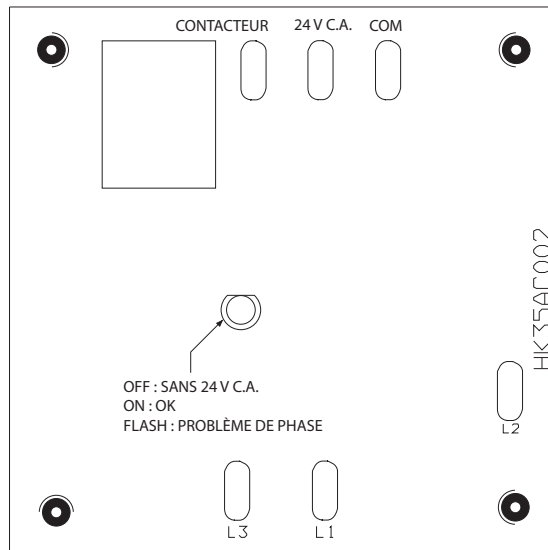

Figure 9 – Commande de moniteur triphasé(s'applique aux appareils triphasés seulement)
Le panneau de moniteur triphasé (voir Fig. 9) n'est pas compatible avec l'alimentation triphasée en triangle avec mise à la terre en coin. Pour dépanner une alimentation triphasée en triangle avec mise à la terre en coin, utilisez un voltmètre comme suit :
Le thermostat de dégivrage est monté en usine sur un tube de liaison court qui dépasse de la plaque d'extrémité du serpentin. Reportez-vous à la Fig. 9 et vérifiez que le thermostat est solidement fixé au tube de liaison.
Pour pouvoir déclencher un cycle de dégivrage forcé (cycle d'essai), les contacts du thermostat de dégivrage doivent être fermés, voir figure 9.
- Pour les appareils utilisant un moteur de ventilateur extérieur PSC, débranchez le fil du moteur de ventilateur extérieur de la borne OF2 de la carte de commande. Pour les appareils utilisant un moteur de ventilateur extérieur ECM, débranchez le fil du moteur de ventilateur extérieur de la borne ODF de la carte de commande. (Fig. 9). Isolez le fil pour éviter un court-circuit à la masse.
- Coupez l'alimentation électrique de l'appareil. Rebranchez le fil du moteur de ventilateur extérieur à la borne OF2 ou ODF de la carte de commande, selon le type de moteur utilisé (figure 9). Faites redémarrer l'appareil en mode de chauffage.